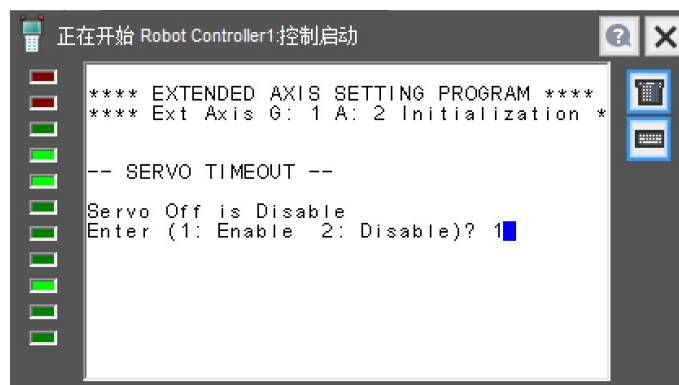

图 4.1.24
24) 在图 4.1.24 中是否启用伺服停止，输入 1，选择启用，点击 ENTER 键确认。（选择 2 即伺服一直保持连接不切断）